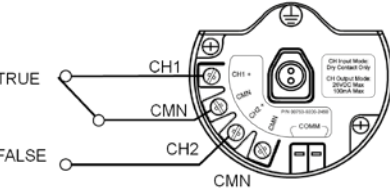

Рис.6.
- Два входа, логическая схема с переключающими контактами. Один двухполярный переключатель (рис.6).